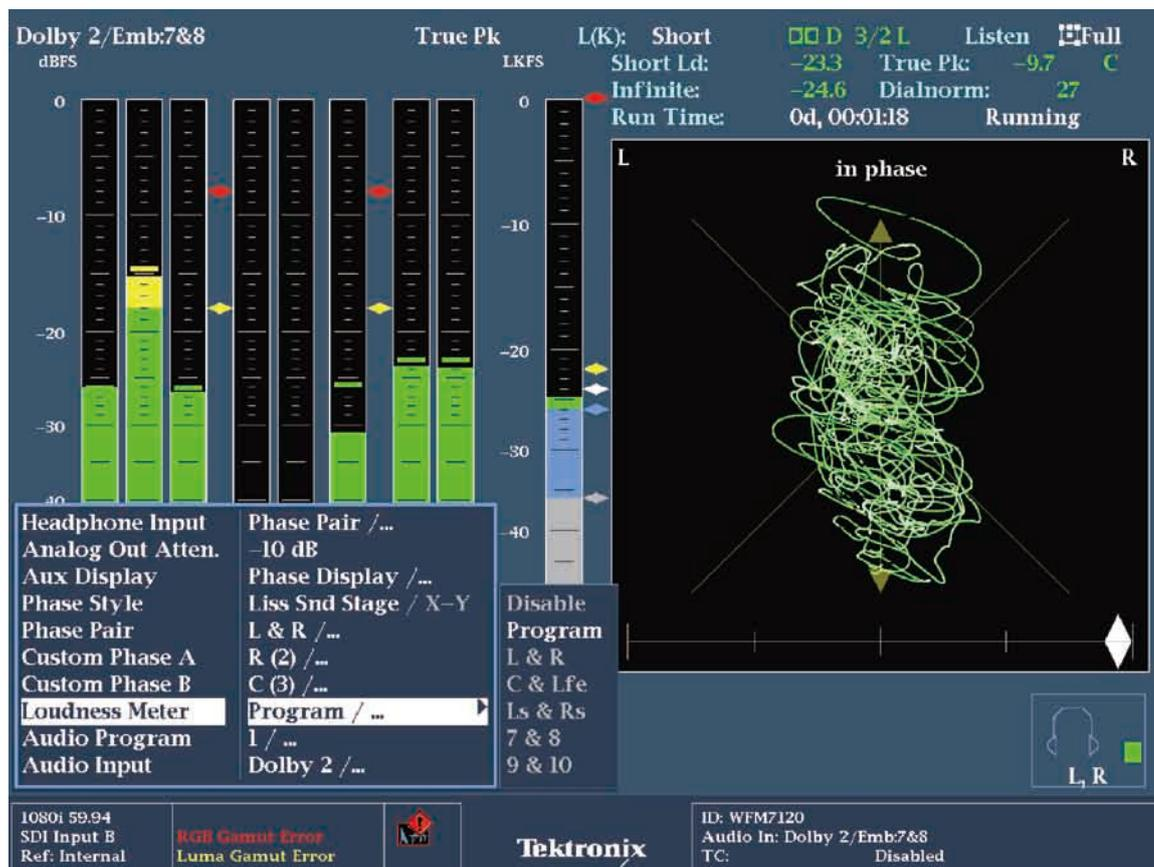

図1 ラウドネス・メーター表示方法／画面例
5. サブメニューよりProgramを選択し、SEL (セレクト) ボタンを押す。(図1)